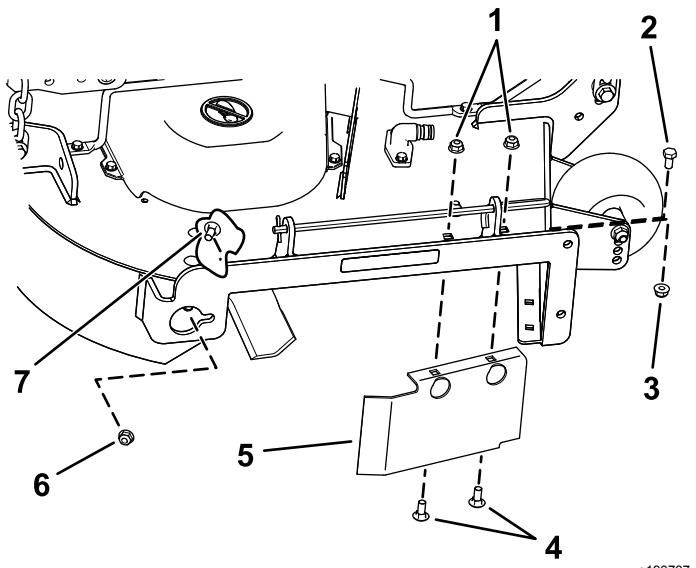

Figura 17
8. Rimuovete il bullone a testa tonda (5/16" x 3/4") e il dado di bloccaggio (5/16") che fissano il deflettore al lato posteriore del piatto di taglio (**Figura 17**).
9. Localizzate la protezione del deflettore davanti all'apertura di scarico laterale (Figura 17).
10. Rimuovete gli elementi di fissaggio che assicurano la protezione del deflettore e il deflettore destro al piatto di taglio (Figura 17).